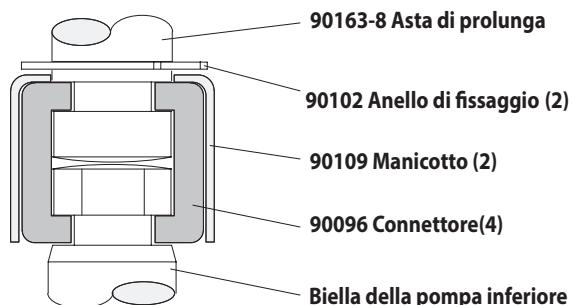

Figura 2
- Con una pinza e-ring, scorrere l'anello di fermo fino abbastanza lontano per permettere il mancotto di spostare verso l'alto e rilasciare i due connettori (vedi figura 2). Accantonare il motore ad aria.